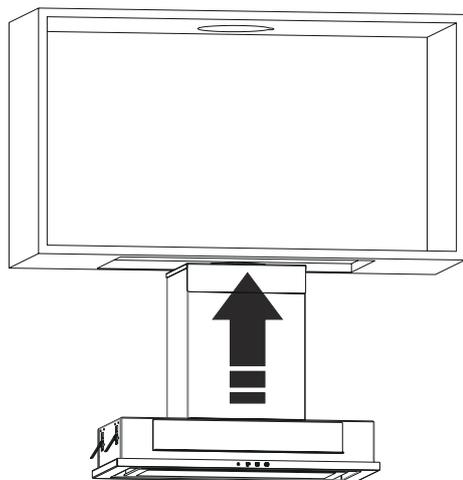

Fig. 15
3. ➤ Instale la campana en la dirección de la flecha en el área preparado anteriormente.(Fig. 15).